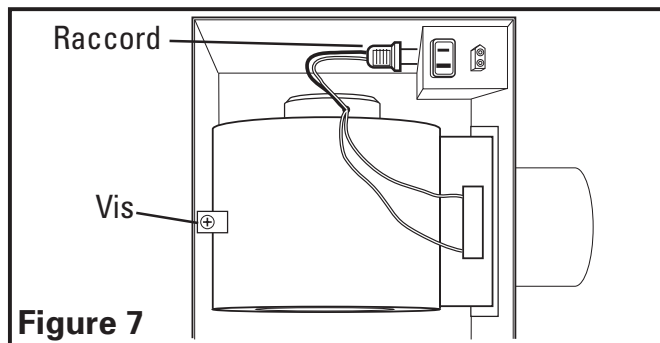
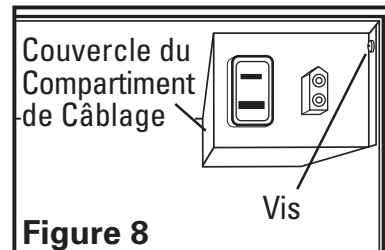

Figure 7
Figure 8
- 1b. **Compartiment de Câblage Intérieur:** enlever le vis retenant en place l'assemblage de la soufflante. Tirer vers le haut le kit d'assemblage et basculer sur un angle de 45 degré pour pouvoir sortir du boîtier. (**Figure 7**). Enlever la vis du couvercle du compartiment à câblage et mettre ce couvercle dans un endroit fiable (**Figure 8**).
2. Branchez la prise du ventilateur dans son réceptacle. (**Figure 7**).